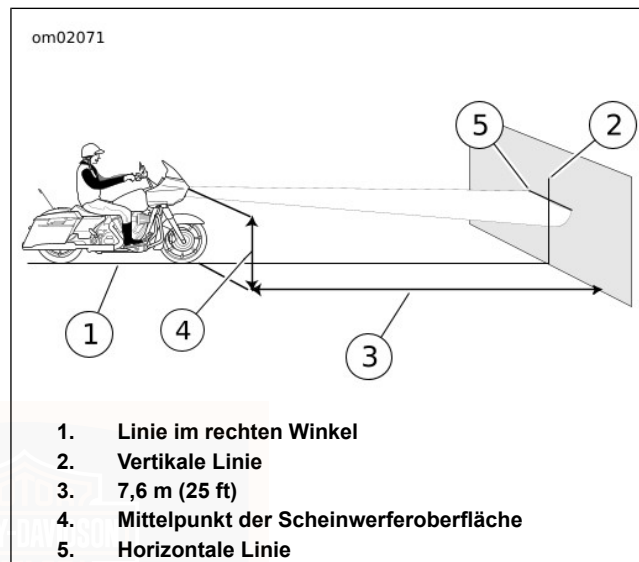

Abbildung 56. Scheinwerferausrichtung
4. Siehe Abbildung 56. Das Motorrad auf einer Linie (1) im rechten Winkel zur Wand parken.
6. Eine senkrechte, auf Linie (1) ausgerichtete Mittellinie (2) an der Wand anzeichnen.
7. Bei beladenem Motorrad das Vorderrad gerade zur Wand ausrichten. Den Abstand (4) vom Boden zum Mittelpunkt der Scheinwerferoberfläche messen.
8. Eine horizontale Linie (5) durch die vertikale Linie auf der Wand ziehen, die 53,3 mm (2.1 in) unter dem gemessenen Abstand liegt.